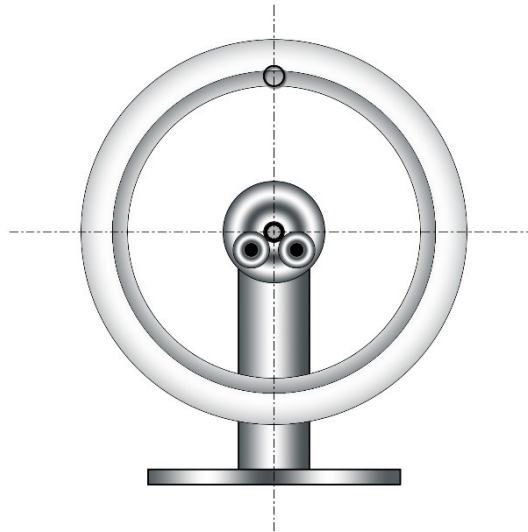

Figure 1: jante de repos sans pneu
- Lorsque la jante ne bouge plus, le point le plus léger est en haut (voir Fig. 1).
- Pour les étapes à suivre, il est utile de marquer le point le plus léger (point sur Fig. 1 ci-dessus). Pour cela, vous pouvez utiliser de la craie à l'huile ou du ruban adhésif.